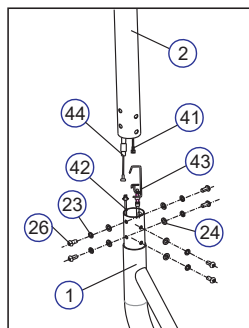

Figure 5
3.2 Connecter fermement le câble du capteur 1(41) au câble du capteur du capteur 2(42). (voir fig.5)
3.3 Utiliser le tournevis (36) appliqué, la vis hexagonale intérieure M8x20 (26), la rondelle-ressort $\Phi 8$ (23) et l'arc $\Phi 8$. intérieure (26), rondelle élastique $\Phi 8$ (23) et rondelle arc $\Phi 8$ (24), connecter la barre centrale (2) à la barre principale. (24), relier la barre centrale (2) au cadre principal (1). principal (1). (voir fig.5)